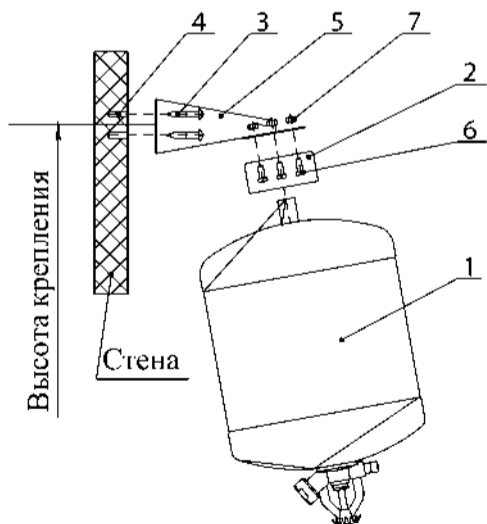

Рис. 3
9.1 Размещение модуля на стене (рисунок 3)